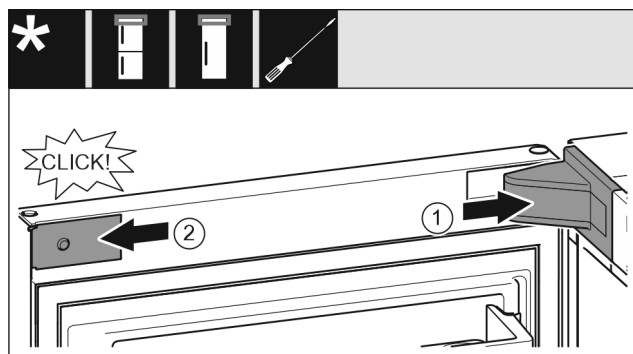

Fig. 25
- Stavite pokrov podloška ležaja Fig. 25 (1) i pustite ga da se uglavi, po potrebi ga oprezno razdvojite.
- Postavite masku Fig. 25 (2) bočno i uglavite je.